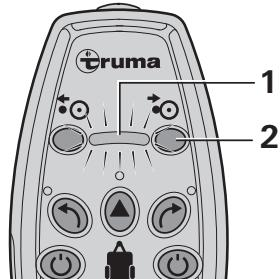

Figura 3
- Pulsar durante 5 segundos el botón (figura 3 - 2) del mando a distancia y soltarlo. El rodillo impulsor realiza presión. La indicación (figura 3 - 1) parpadea durante el proceso.